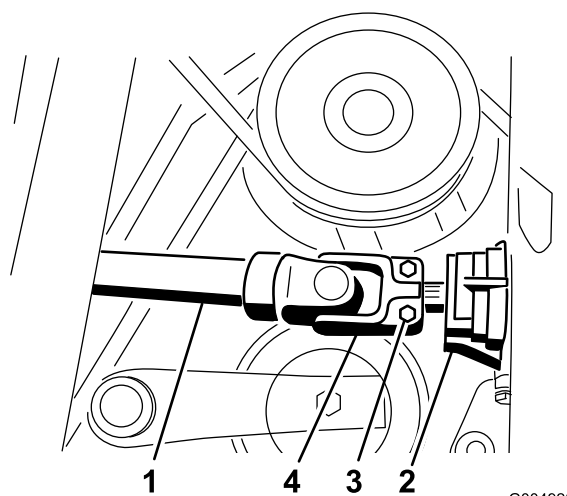

Figura 99
14. Retire el pasador cilíndrico y afloje los 2 tornillos que sujetan el árbol de transmisión al eje de la caja de engranajes (Figura 99).